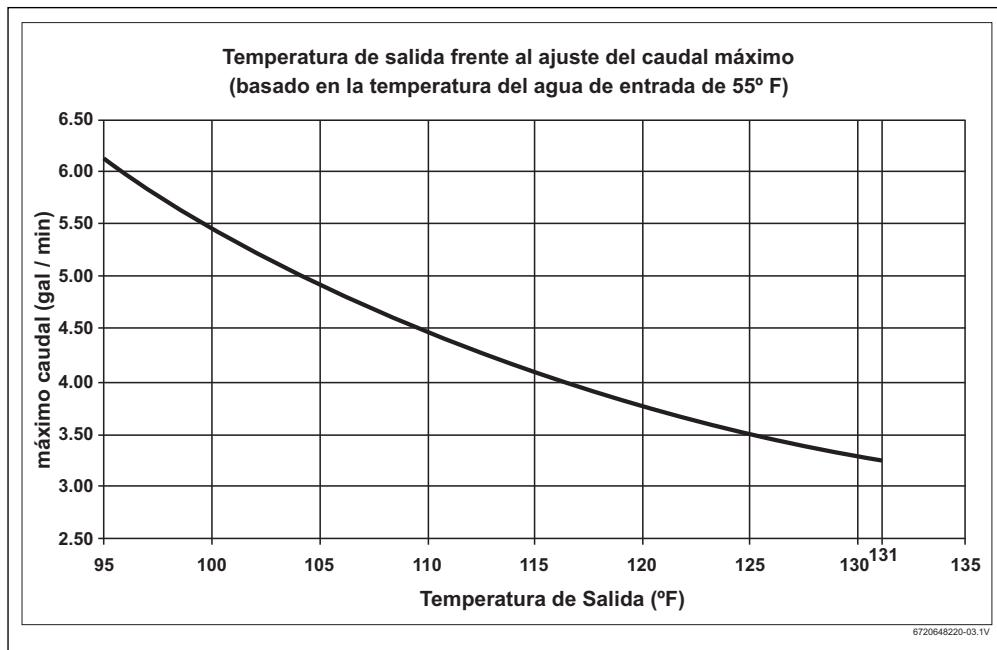

Fig. 8
- Ajuste la válvula de cierre de salida hasta que el rango de flujo de agua caliente corresponde con el valor en la Fig. 8 siguiente.
Estas cifras se basan en una temperatura de agua de entrada de 55 °F y una alimentación de 240 voltios. Si la temperatura de agua de entrada es inferior a 55 °F, o si la alimentación de voltaje es menor de 240 voltios, entonces la temperatura de salida será inferior a lo que se muestra en la Fig. 8. Si se desea una toma de mayor temperatura de agua, a entonces, reduzca el rango de flujo y / o suministro de la unidad con 240 voltios.
La temperatura del agua de entrada es demasiado fría	Compruebe que el calentador es de tamaño apropiado para su ubicación geográfica. Gire el mando de la temperatura en la parte inferior del agua totalmente en el sentido de las manecillas del reloj para establecer la temperatura máxima. Asegúrese que los rangos de flujo dentro del calentador están dentro de las especificaciones. Consulte la Fig. 8 en la page 13 del manual. Se recomienda el uso de una válvula de aislamiento en la salida de agua caliente para el control de velocidad de flujo.
El control de temperatura de disco está activado demasiado bajo	Ajuste el flujo de agua para mantenerse dentro de las especificaciones del calentador de agua. Vea la Fig. 8 de este manual.
El flujo de agua es demasiado grande	Ajuste el flujo de agua para mantenerse dentro de las especificaciones del calentador de agua. Vea la Fig. 8 de este manual.
Salida de las válvulas de cierre establecidas demasiado bajo	Ajuste la válvula de salida que se suministra don la instalación como se describe a continuación: <ul style="list-style-type: none"> • Abra completamente ambas válvulas de cierre-de entrada y salida que se suministran con la instalación en el calentador. (si no hay ninguna instalada, instálelas antes de proceder). • Abra completamente el agua caliente en la llave de agua caliente con más alto flujo a la que le da servicio el calentador (por ejemplo, la bañera). • Cierre lentamente la salida de la válvula de cierre, disminuyendo el caudal de agua hasta que la temperatura en la llave de agua caliente se corresponda con los valores indicados en la Fig. 8 del manual, o se alcance la temperatura deseada del agua.
Cambio de rango de flujo. Abastecimiento de agua conectado a la salida de la unidad.	Los principales cambios en el rango de flujo puede afectar negativamente la temperatura del agua de salida del calentador. El aumento a partir de una llave principal abierta para varios accesorios funcionando a un mismo tiempo puede hacer que la temperatura fluctúe. Manténgase dentro de las especificaciones del calentador. Vea la Fig. 8.